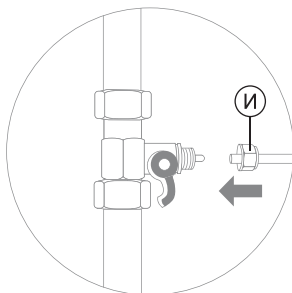
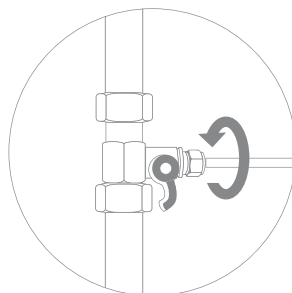

Рис. 13
Рис. 14
2. В гайку (И) вставьте пластиковую трубку, идущую на вход в систему (рис. 13). Конец трубки наденьте на штуцер тройника-адаптера до упора и плотно закрутите гайку (рис. 14).